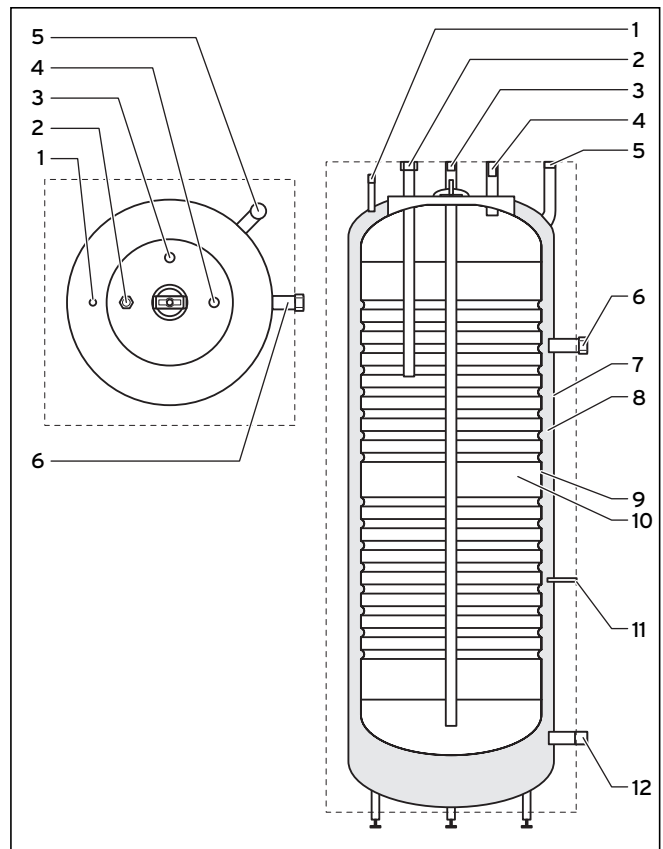

Fig. 2.1 Raccords tuyauterie, vue gauche
Le VDH 300/2 est à ballon à double manteau, c'est-à-dire qu'un réservoir intérieur de ballon (cf. fig. 2.1, réf. **9**) est soudé dans un réservoir extérieur (7). Les deux sont séparés par un interstice annulaire contenant 85 litres d'eau de chauffage. Le réservoir intérieur en acier inoxydable dispose d'une capacité de 268 litres. Cette construction du ballon d'eau chaude sanitaire permet la transmission de quantités de chaleur très importantes sur le volume secondaire (10) du ballon. Vous pouvez de surcroît exploiter ce ballon avec de l'eau fortement calcaire sans aucun problème.